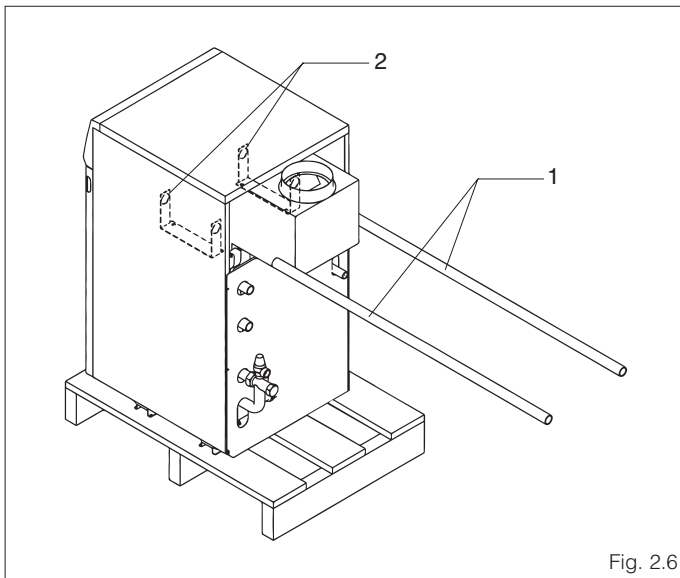

Fig. 2.6
- sollevare la caldaia utilizzando due tubi da 3/4" (1) inseriti negli appositi golfari di sollevamento (2) (fig. 2.6).